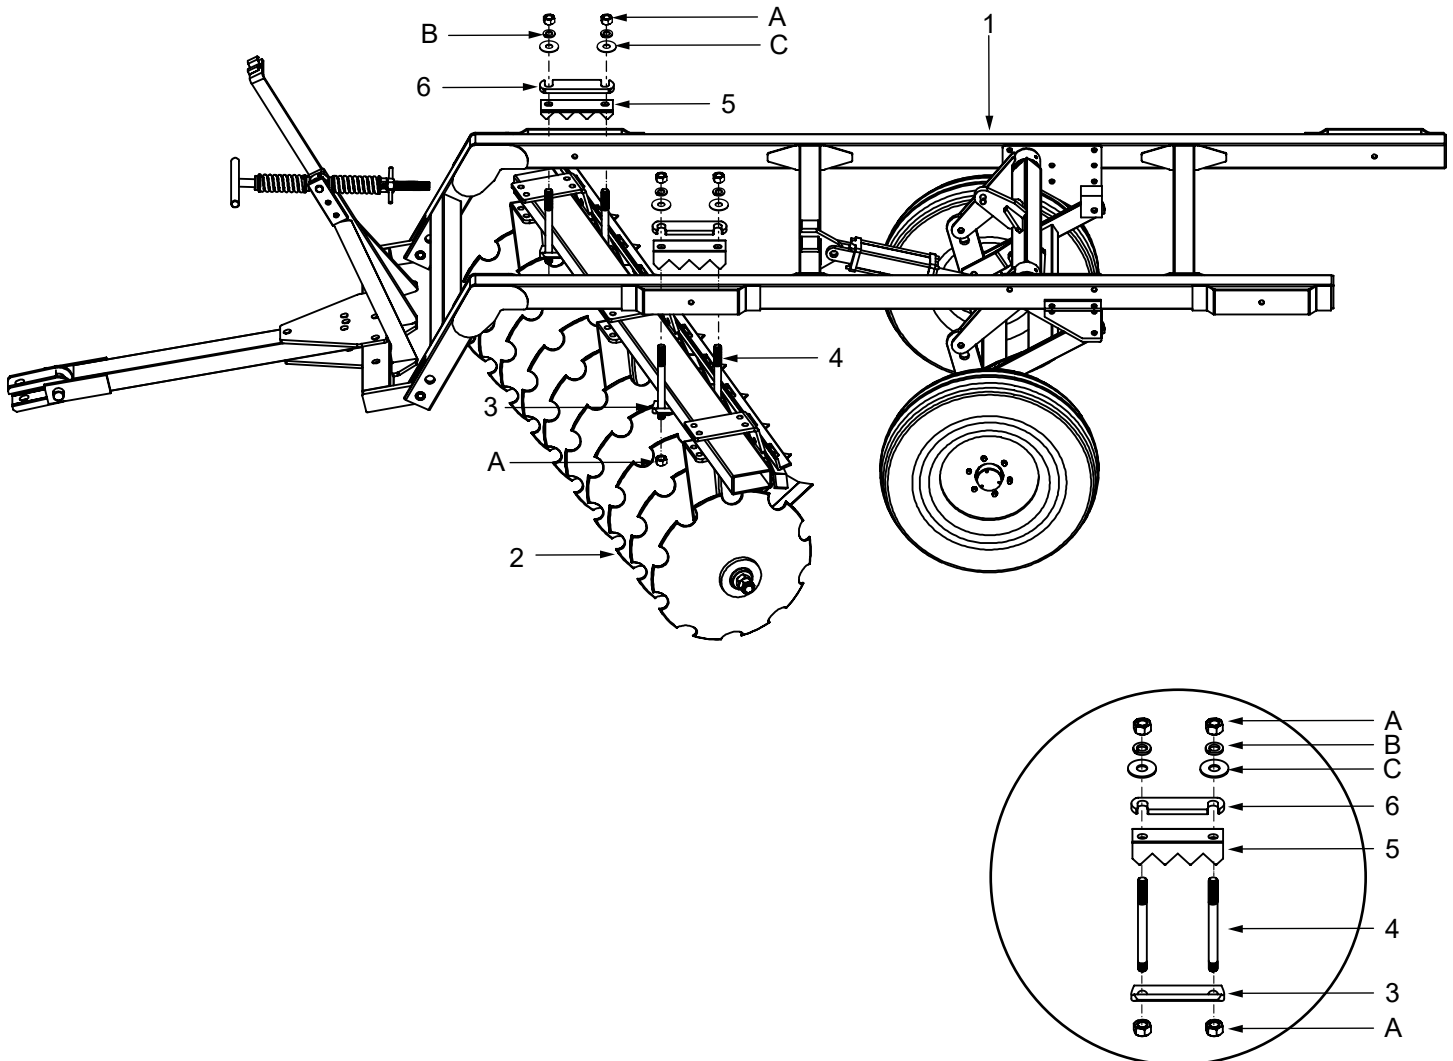

Imagen 2.2 - Ensamble abrazadera
2. La unión de los componentes abrazadera inferior, birlo abrazadera HTN ligera, ángulo dentado posiciones ligera y abrazadera superior conforman el ensamble abrazadera (Imagen 2.2)
3. De este ensamble, inserte la abrazadera inferior y el birlo de la abrazadera HTN ligera utilizando la tornillería proporcionada (A). Al instalar los componentes de cada abrazadera, el bastidor debe quedar centrado en relación con los soportes laterales del chasis y el buje ensamblado.